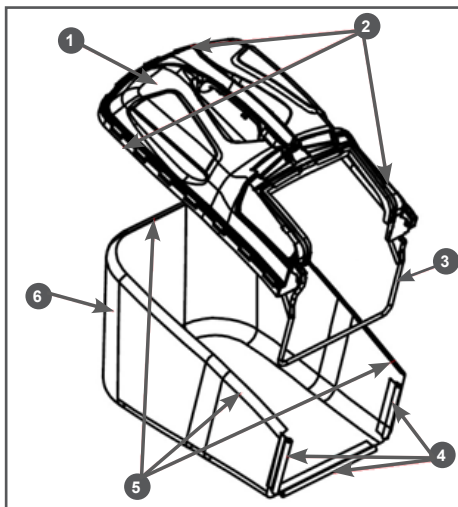

Рис. 3 Сборка травосборника LM5131
9. Соберите травосборник (только для LM5131). Для этого возьмите крышку 1 и мешок 6 травосборника и совместите ленту 5 мешка с пазом 2 крышки (Рис. 3). Вставьте ленту мешка в паз крышки и нажимайте ее до щелчка по всей длине так, чтобы она надежно вошла в паз. Вставьте рамку 3 крышки в разъем 4 мешка травосборника. Травосборник собран.